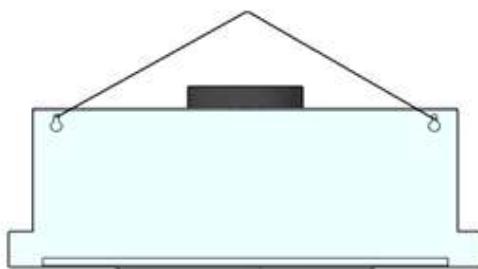

Рис. 3
3. Отметьте на стене расстояние между монтажными отверстиями для установки корпуса вытяжки (рис. 3).